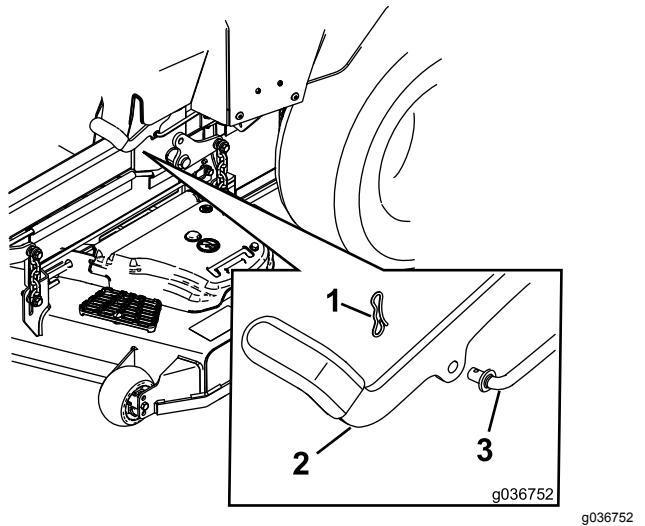

Bild 60
7. Falls eine Einstellung erforderlich ist, lösen Sie die Feststellbremse. Nehmen Sie den Splint aus der Bremsgestängewelle heraus (Bild 60).